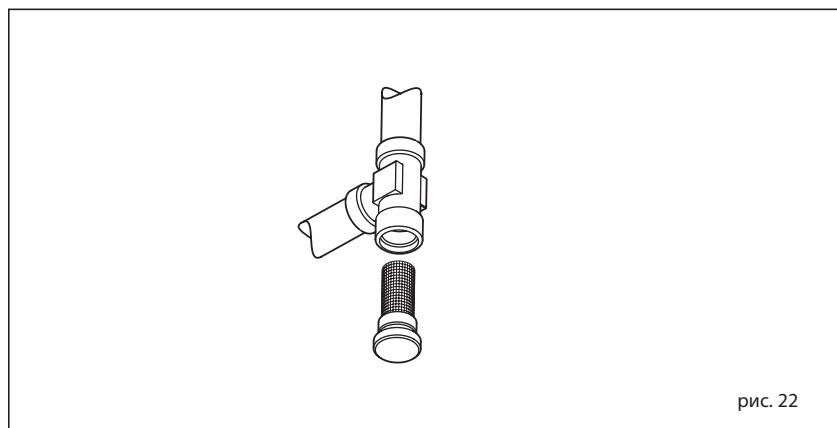

рис. 22
4.5.2 Очистка “Система защитного фильтра воды” (рис. 22)
4.5.3 Функция сушки стяжки (рис. 22/а)